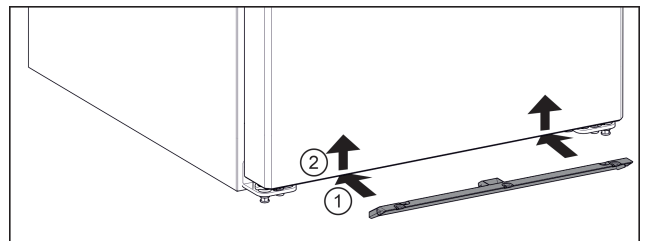

Fig. 4
- ▶ 将防蚊遮板推到冰箱下方。 Fig. 4 (1)
- ▶ 双手将防蚊遮板向上推。 Fig. 4 (2)